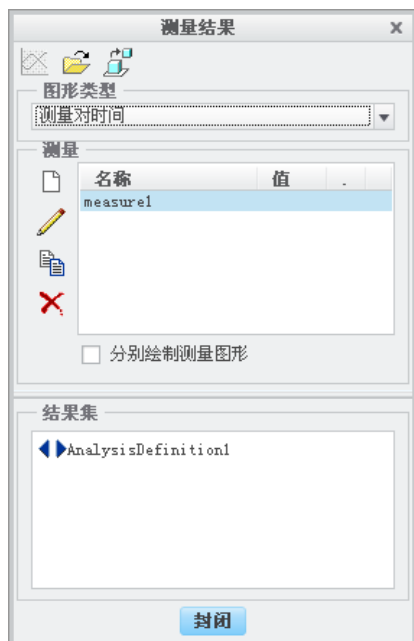

图 13.5.22 “测量结果”对话框
Step2. 系统弹出图 13.5.22 所示的“测量结果”对话框，在该对话框中进行下列操作。
(1) 选取测量的图形类型。在 **图形类型** 下拉列表中选择 **测量与时间**。